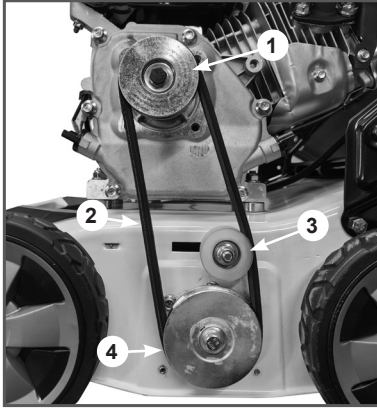

Рис. 29. Обслуживание ремня привода
2. Проверьте состояние ремня 2 (Рис. 29). Если ремень протерт, надорван или заметны иные повреждения, он должен быть незамедлительно заменён.
2. Ослабьте затяжку гайки крепления ролика 3 натяжения ремня и сдвиньте ролик влево до упора (Рис. 29).
3. Снимите ремень 2 привода со шкивов 1 (вала двигателя) и 4 (вала привода) (Рис. 29).
4. Установите на шкивы 1 и 4 новый ремень (Рис. 29).